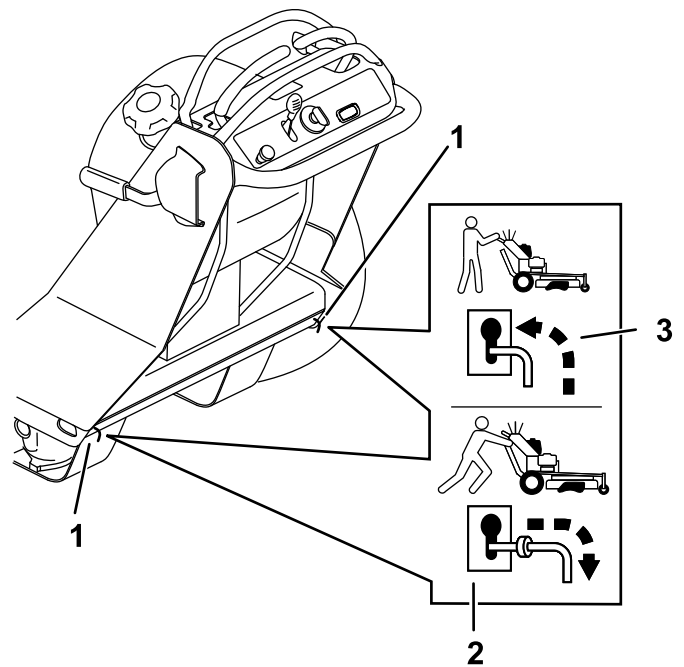

Figura 21
4. Mueva las palancas de desvío hacia atrás a través del orificio con forma de bocallave y hacia abajo para bloquearlas en esa posición (Figura 21).
Mueva las palancas de desvío hacia delante a través del orificio con forma de bocallave y hacia abajo para bloquearlas en esa posición, tal y como se muestra en la Figura 21.